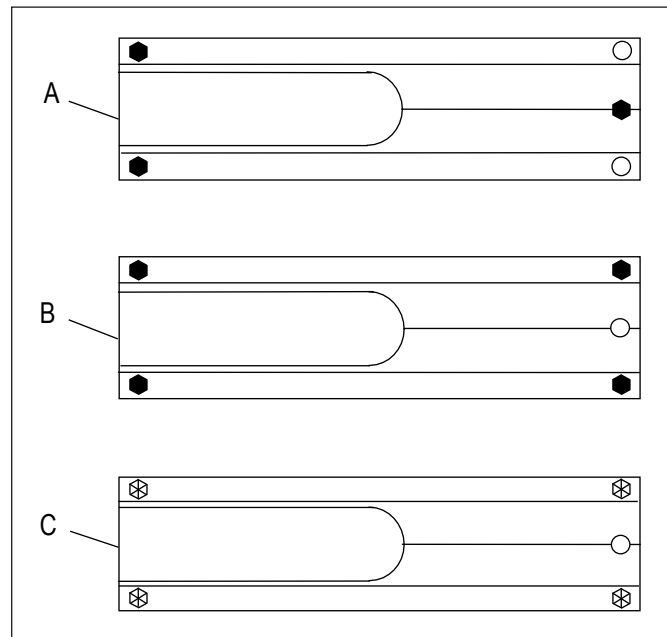

Fig. 4
Se l'unità traslatrice viene posizionata su superfici piane, i piedini di appoggio devono essere disposti su tre punti (v. disposizione A nella fig. 4):
Per le misurazioni su oggetti di misura cilindrici con un diametro pari o superiore a 72 mm è preferibile disporli su quattro punti (v. disposizione B nella fig. 4).
2. Inserire le quattro viti per il fissaggio del prisma di appoggio (v. disposizione C nella fig. 4) e stringerle con la chiave a brugola (apertura 2).